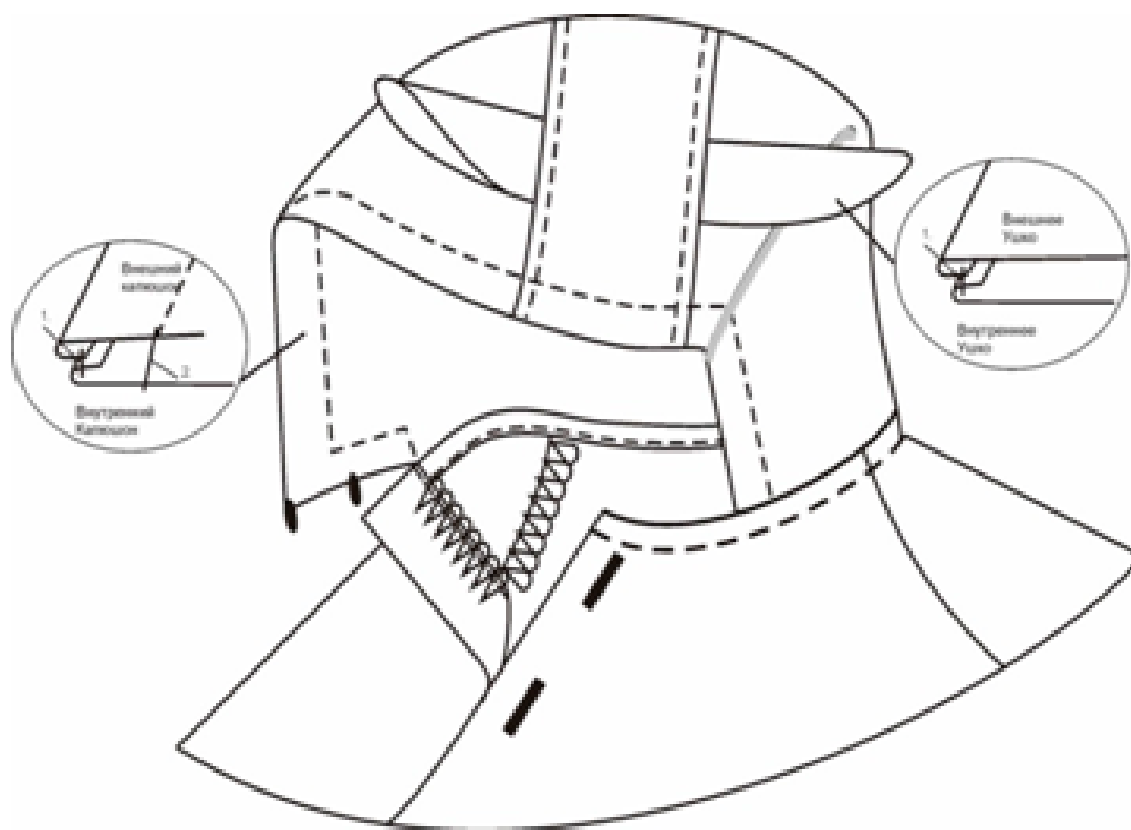

Рисунок 4. Обработка капюшона и ушек
7. Обработка капюшона и ушек. Детали ушек из основного и отделочного полотна сложить лицом внутрь, уравнивая срезы, обтачать. Вывернуть ушки и выметать сметочными стежками. Приутюжить. Сложить ушко пополам и приложить к срезу боковой части капюшона, чтобы сгиб уха совмещался с надсечкой. Приметать ухо сметочными стежками. Стачать детали капюшона из основного полотна. Швы отстрочить по лицевой стороне, направляя припуски на среднюю часть. Детали из отделочного полотна стачать, припуски швов заутюжить. Сложить внешний и внутренний капюшоны лицевыми сторонами внутрь, уравнивая срезы, обтачать по лицевым срезам. С правой стороны капюшона обтачать по срезу горловины до надсечки (рисунок 4). Вывернуть капюшон. Выметать по лицевому краю и обтачанному участку горловины (с правой стороны). Проложить отделочную строчку. Капюшон отутюжить. Скрепить с изнаночной стороны внешний и внутренний капюшон